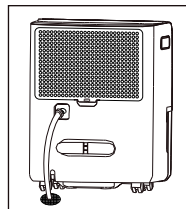

fig. 4
- Placez l'extrémité du tuyau dans le drain. (fig. 4)